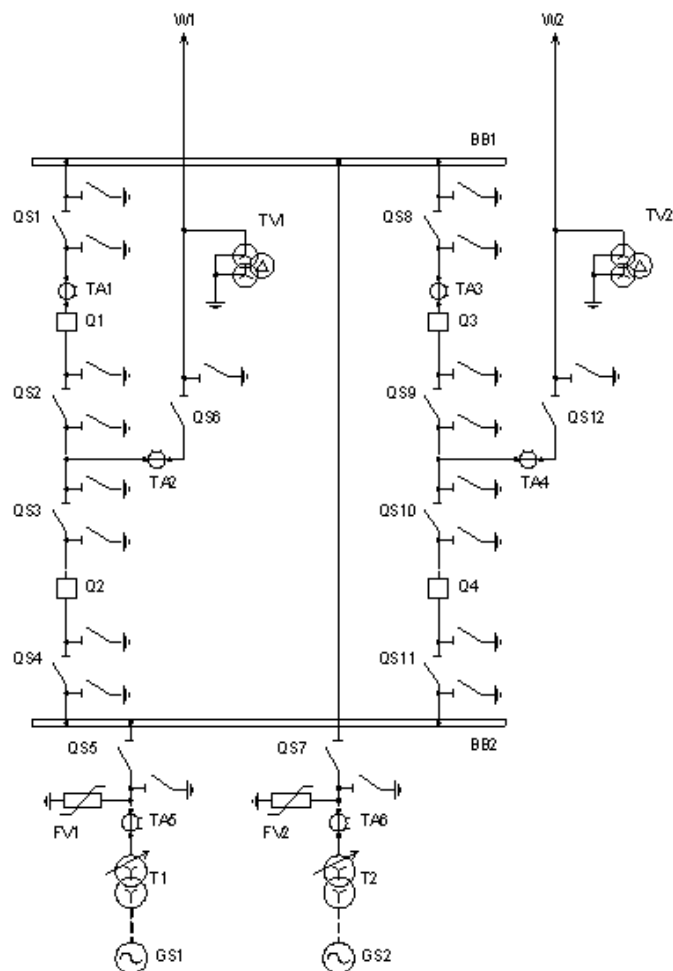

Рисунок 9.1 – Электрическая схема соединений РУ «четырёхугольник»
Схема четырехугольника применяется в РУ 110-750 кВ при четырех присоединениях (две линии и два трансформатора) и необходимости секционирования транзитной линии при мощности трансформаторов от 125 МВА и более при напряжениях 110–220 кВ и любой мощности при напряжениях 330 кВ и выше (рисунок 9.1). В схеме со стороны линии установлены через развилку два выключателя, подключаемых к разным трансформаторам. Данная схема обладает достаточно высокой надежностью, так как авария в линии или трансформаторе приводит к отключению только поврежденного элемента. Недостаток схемы заключается в том, что при отключении одной из линий трансформаторы получают питание по одной линии от одного источника питания.
4. Соберите схему (рисунок 9.1).